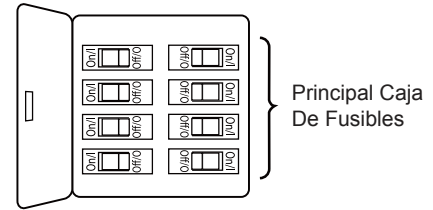

Figura 1
Uso de perfil bajo (Figura 1)
1. Extraiga la pieza de la bola colgante de la unidad de la bola colgante / varilla aflojando el tornillo de presión de la bola colgante hasta que la bola se libere de la varilla. Retire el pasador del barral y luego extraiga la semiesfera. Conserve el pasador y la semiesfera para su reinstalación en el Paso 7. (Figura 1)
Para evitar una posible descarga eléctrica, asegúrese de cortar la alimentación eléctrica de la caja de fusibles principal antes de colgar el ventilador. (Figura 1)
1. Para configurar el código de unidad del receptor. Deslice los interruptores de código a las mismas posiciones que en el transmisor. (Figura 1)
1. Instale la cubierta rotando la ranura clave en la cubierta sobre el tornillo de hombro del soporte del gancho, teniendo cuidado de no pillar los cables. Fije el tornillo de hombro. Instale adecuadamente y fije el segundo tornillo de hombro que fue anteriormente guardado. (Figura 1)
1. Asegure las tres palas usando los tornillos de 1/4"-20 en la placa de las palas a través de los orificios ubicados en la parte inferior del motor. (Figura 1)
- 1. IMPORTANTE:** El uso de un regulador de la intensidad completa (no incluido) para controlar la velocidad del ventilador dañará el dispositivo. Para reducir el riesgo de incendio o descarga eléctrica, no utilice dicho regulador para controlar la velocidad del ventilador. (Figura 1)
1. Instalación de la placa de la pared: (Figura 1)